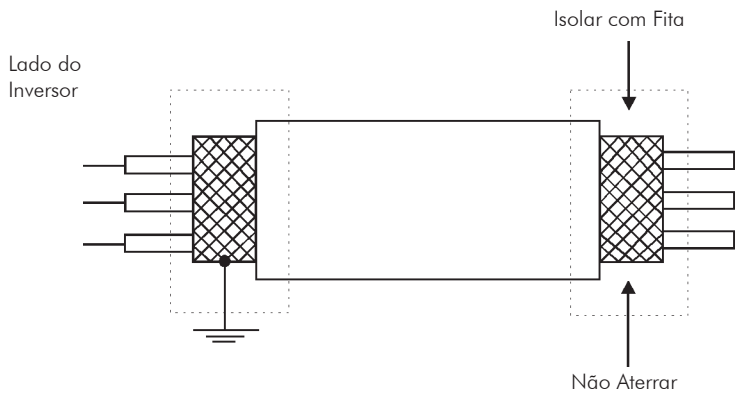
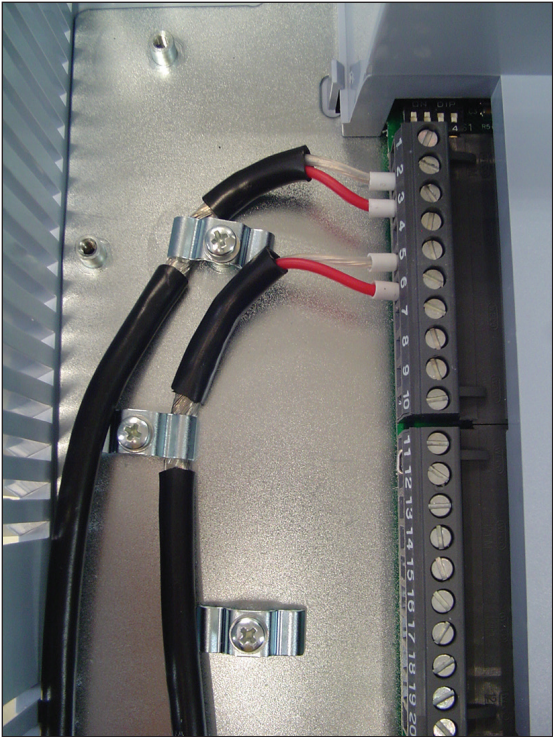

Figura 3.20 - Conexão da blindagem
Figura 3.21 - Exemplo de conexão da blindagem dos cabos de controle
- 4) A correta conexão da blindagem dos cabos é apresentada na figura 3.20. Verifique o exemplo de ligação da blindagem ao terra na figura 3.21.